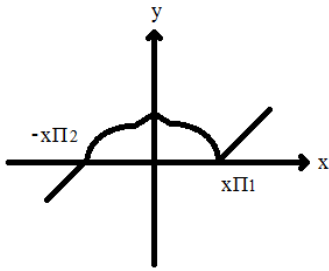

Рисунок 4
7. К какому графику коэффициента относится рисунок 4: